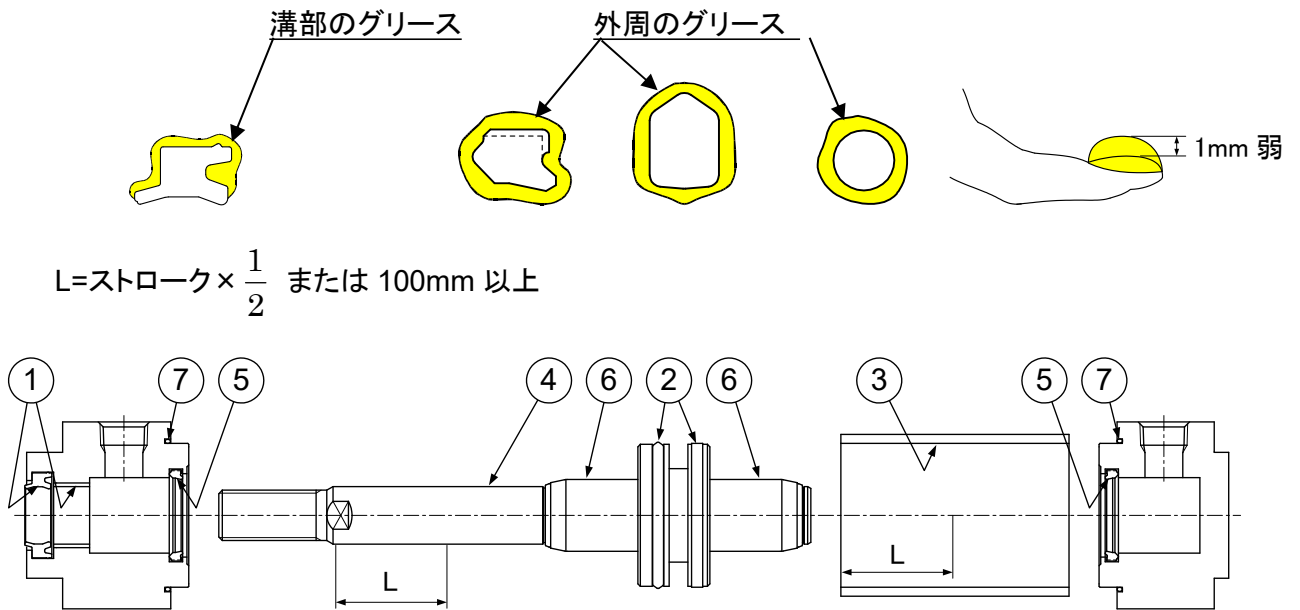

図 12. グリース塗布位置
シリンダの各部品には図 12 の各部分にグリースを塗布しますが、100 ストロークのシリンダ 1 本につき表 9 の量が必要です。目安としては人差指ですくった程度が約 3(g)です。
1) ロッドパッキン、クッションパッキン(図 12, ①⑤)
2) ピストンパッキン (図 12, ②)
3) チューブガスケット (図 12, ⑦)